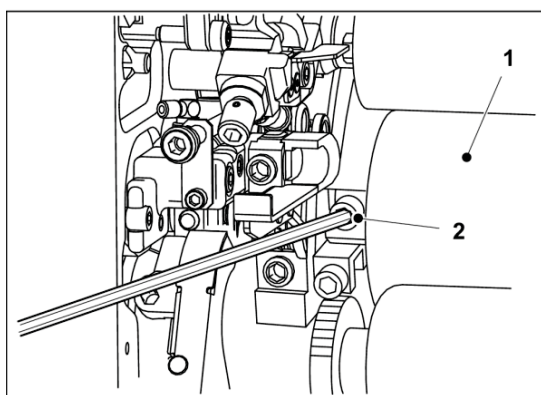

図 9 水着けローラの取り外し
1. 水着けローラのネジ(図9/2)を駆動側、操作側ともに緩めます。
2. 水着けローラ(図9/1)を軸受けから持ち上げて取り外します。